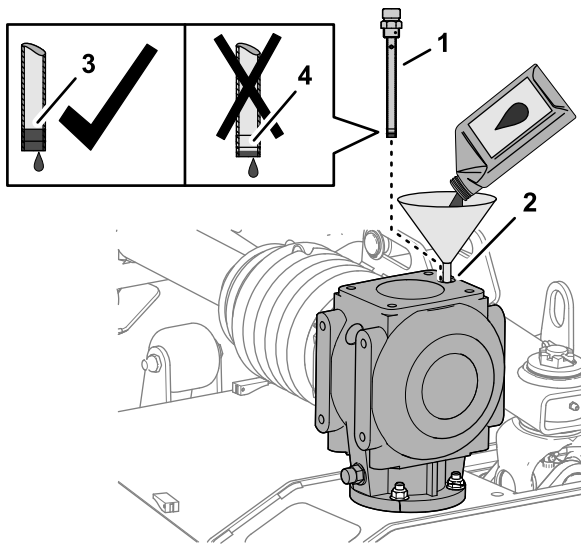

Bild 63
- Geben Sie 1,064 Liter des angegebenen Getriebeöls über die Peilstaböffnung in das Getriebe (Bild 63).
- Schrauben Sie den Peilstab in die Einfüllöffnung ein, schrauben Sie den Peilstab wieder heraus und überprüfen Sie den Schmierstofffüllstand (Bild 63).
- Führen Sie den Peilstab in die Einfüllöffnung ein und schrauben Sie den Peilstab (Bild 63) fest.